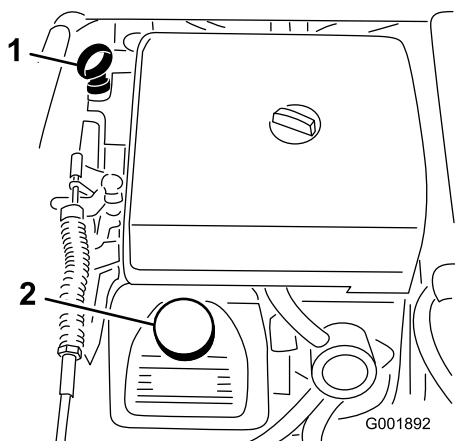

Figure 21
2. Retirez la jauge et essuyez-la sur un chiffon propre (Figure 21). Remettez la jauge dans le tube en vérifiant qu'elle est enfoncée au maximum. Sortez de nouveau la jauge et vérifiez le niveau d'huile.
3. Si le niveau d'huile est bas, retirez le bouchon de remplissage du couvre-culasse (Figure 21) et ajoutez la quantité d'huile nécessaire pour amener le niveau au repère maximum sur la jauge. Reportez-vous à la section Entretien de l'huile moteur, sous Entretien du moteur, pour connaître le type d'huile et la viscosité qui conviennent. Versez l'huile lentement et vérifiez souvent le niveau durant la procédure. Ne remplissez pas excessivement.